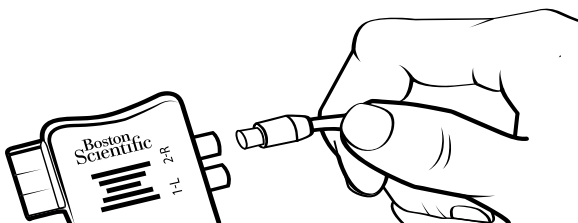

Figure 17. Raccordement du câble de salle d'opération à 8 contacts au SEE 2 et à l'adaptateur SEE
4. Brancher le câble de salle d'opération et l'extension dans le port de l'adaptateur SEE marqué « 1-L » (Figure 17).